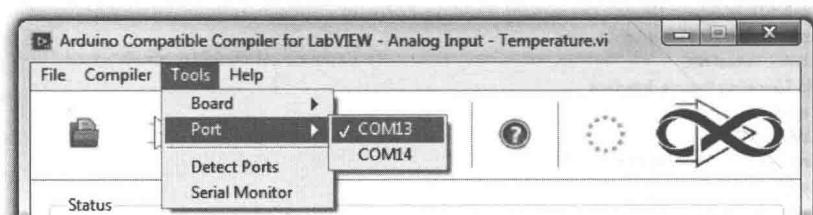

图 1-4 选择 Arduino 硬件板的串口
- 3) 在“Tools”菜单下单击“Port”，选择相应的外连 Arduino 硬件板的串口（见图 1-4）。